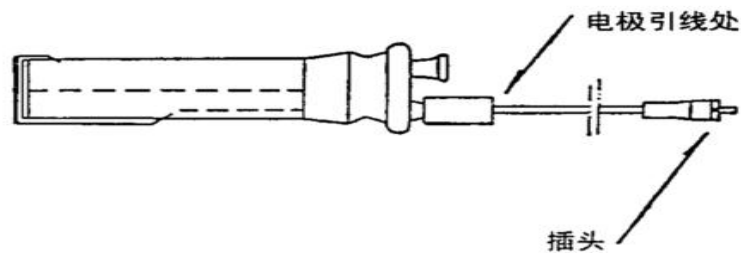

图 2
1、 在使用前，把滴定池所有的玻璃口打开，滴定池、干燥管、密封塞可用水清洗。清洗后放在大约 80℃ 的烘箱内烘干，然后自然冷却。注意阴极室、测量电极不能用水清洗，可用丙酮、甲醇等有机溶剂进行清洗，清洗后用吹风机吹干。清洗时应注意，不要清洗到电极引线处（见图 2），否则在测定试样过程中会造成测量误差。